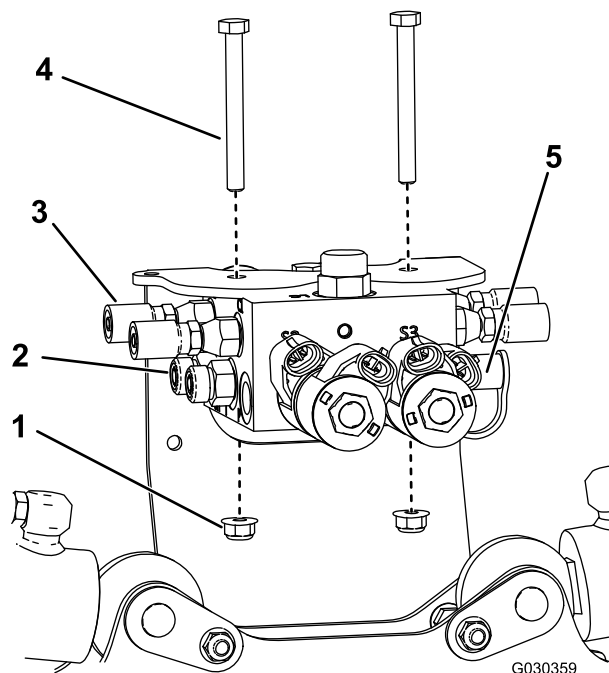

Рисунок 5
8. Установите гидравлические штуцеры в отверстия с C1 по C4 в новом блоке гидравлического коллектора (Рисунок 5).
9. Установите два гидравлических соединителя и соединительный патрубок манометра в новый блок гидравлического коллектора (Рисунок 5).
10. Установите новый блок гидравлического коллектора на монтажный кронштейн клапана с помощью двух болтов (5/16 x 3 дюйма) и двух контргайк (5/16 дюйма), демонтированных ранее (Рисунок 5).